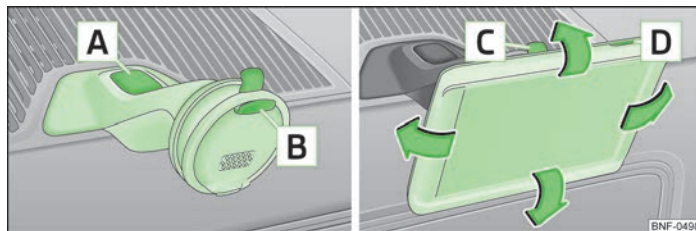

Fig. 77 Suportul aparatului multifuncțional / aparatul multifuncțional
- Așezați aparatul multifuncțional mai întâi în suportul superior  » fig. 77 și apăsați-l în partea inferioară, în suport, până când se blochează »
- Înclinarea poate fi setată prin deplasarea aparatului multifuncțional în sensul săgeților » fig. 77, în poziția dorită »
- Cu cealaltă mână apăsați tasta de deblocare  » fig. 77 și extrageți aparatul.
- Cu cealaltă mână apăsați tasta de deblocare  » fig. 77.
- Aparatul multifuncțional poate fi cuplat prin apăsarea tastei  » fig. 77.